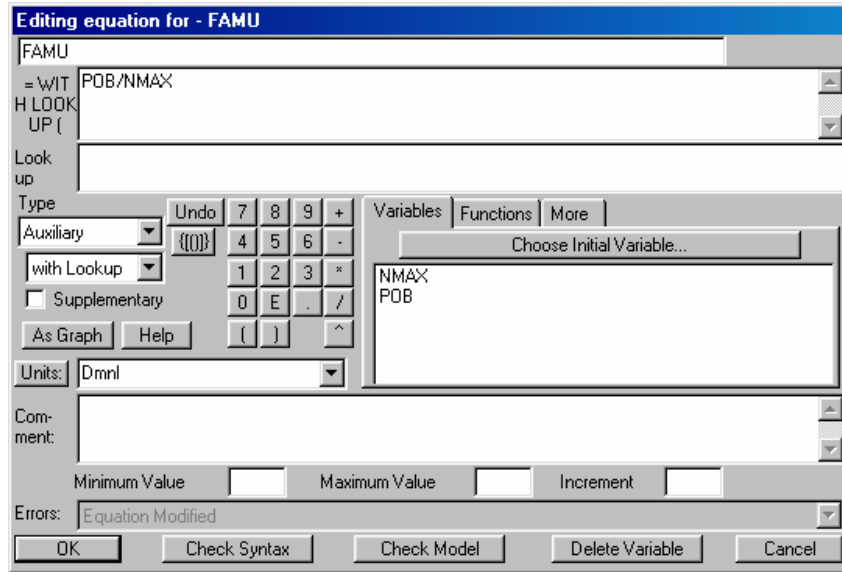
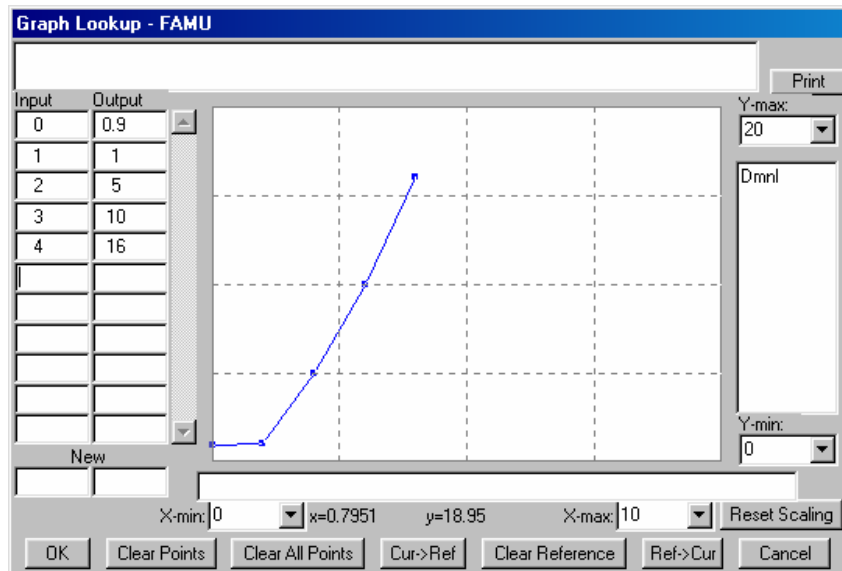

Figura 37: Edición de la variable FAMU.
Figura 38: Cuadro de diálogo para introducir los valores de la función f de la ecuación (4) del modelo.
4. Pulse sobre la caja negra de la variable FAMU. Modifique y seleccione las opciones tal como se muestran en la Figura 37. Como la variable FAMU es adimensional en el campo de la selección de unidades se escribe **Dmnl**. Además, como la ecuación de esta variable viene definida mediante una tabla hay que seleccionar el tipo **Auxiliary with Lookup**.
- Una vez rellenados todos los campos que aparecen en la Figura 37 se pulsa el botón **As Graph** y automáticamente se abrirá un cuadro de diálogo para introducir los valores de la tabla tal como muestra la Figura 38.